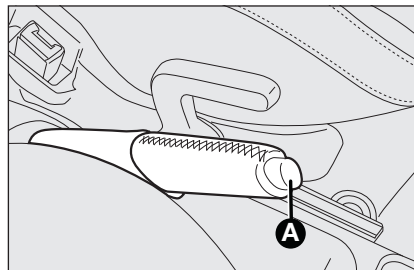

fig. 1
- soulever légèrement le levier et appuyer sur le bouton de déblocage **A** fig. 1;